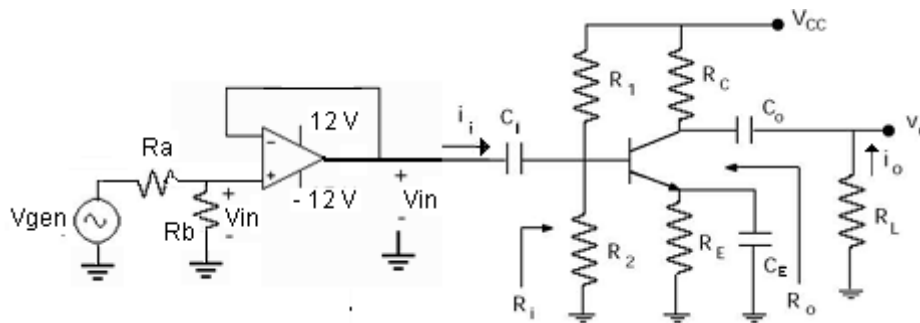

Figura 1
a. Diseñe un circuito amplificador con transistor bipolar NPN, emisor común, con acoplamiento capacitivo, polarizado con divisor de tensión que sea invariante a cambios de β y permita máxima excursión de la señal de entrada (Figura 1).